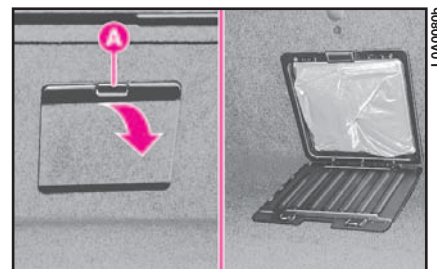

fig. 208
5) Agendo dal bagagliaio abbassare lo sportello premendo la maniglia **A** (fig. 208).